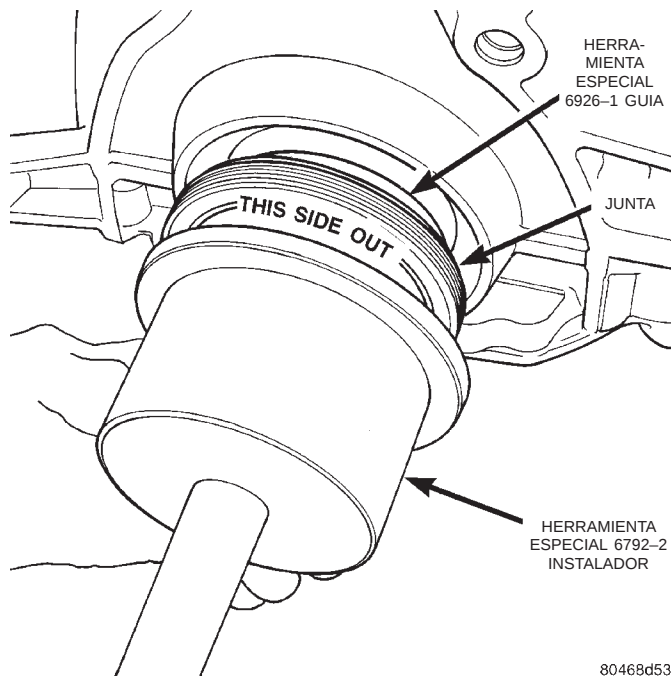
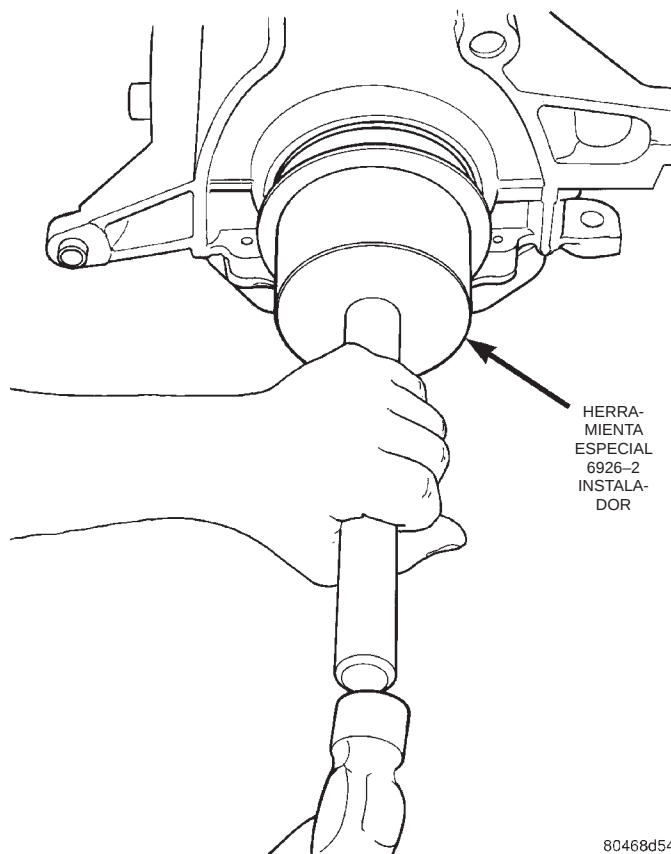

Fig. 80 Herramienta especial de junta de cigüeñal 6926-2
Fig. 81 Instalación de la junta trasera del cigüeñal
(3) Empuje la junta en el bloque con la herramienta especial 6926-2 y el mango C-4171 (Fig. 80) hasta que la herramienta llegue al fondo y toque el bloque (Fig. 81).